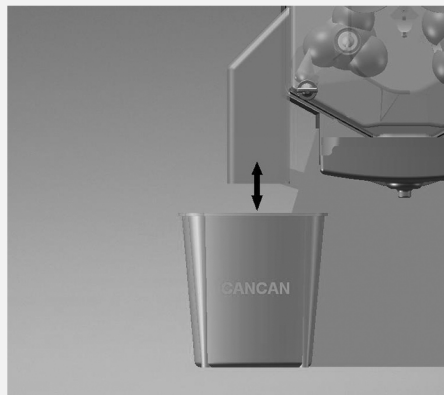

Рисунок 3
- ✓ По обеим сторонам расставьте ведра для отходов. (Рисунок 3)
- ✓ По обеим сторонам расставьте ведра для отходов. (Рисунок 3) -для CANCAN 38 FRESH